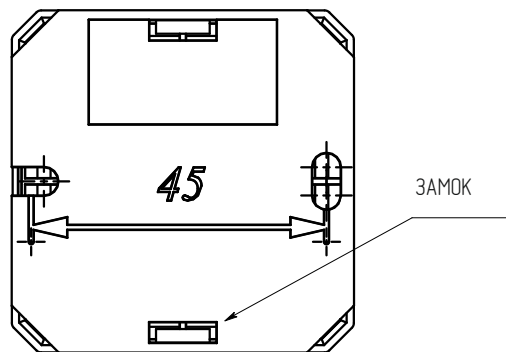

Рисунок 4
- б) при установке на стену (Рисунок 4):